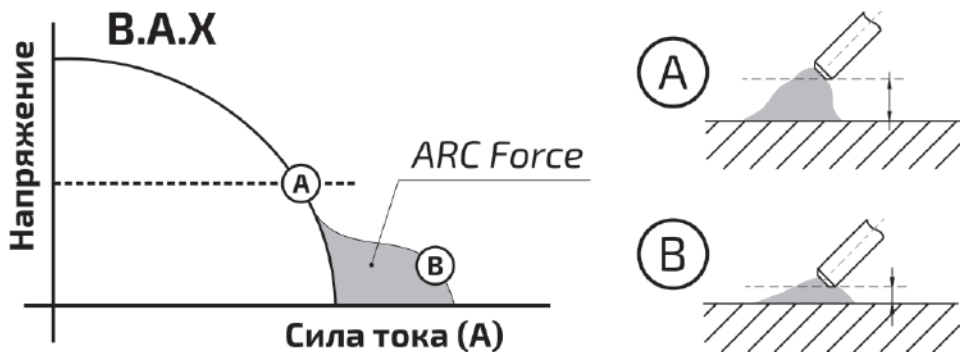

Рис. 6.2.3. Arc Force.
**Arc Force (форсаж дуги)** – рекомендуется применять при сварке покрытыми электродами на малых токах. В процессе сварки происходит автоматическая регулировка силы сварочного тока, что уменьшает склонность к залипанию покрытого электрода к свариваемой детали (см. рис. 6.2.3).
7. Установите необходимое значение Arc Force (см. рис. 6.2.3). **В большинстве случаев Arc Force можно установить в среднее значение.**